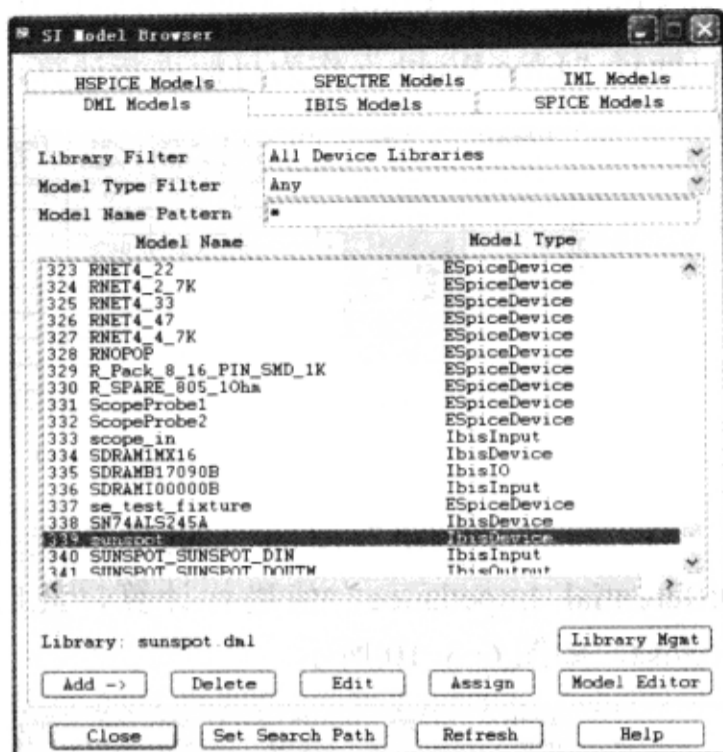

图 6-3-12 “SI Model Browser”对话框
(1) 从“Allegro PCB SI GXL”窗口执行菜单命令“Analyze”→“SI/EMI Sim”→“Model Browser...”，弹出“SI Model Browser”对话框，如图 6-3-12 所示。